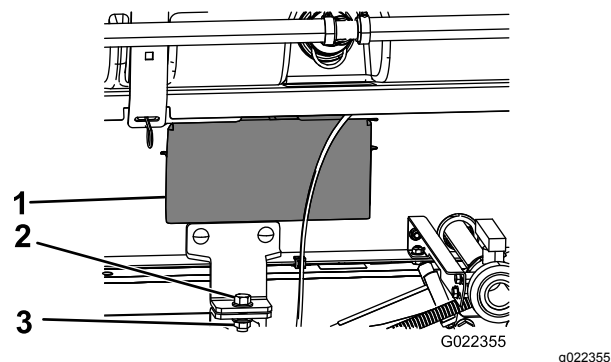

Figure 36
5. Déposez les panneaux d'accès de chaque côté du cadre du patin (Figure 36).
8. Fixez la patte de maintien du patin de cuve au support du plateau sur le cadre, de chaque côté de la machine, à l'aide d'un boulon ($\frac{1}{2}$ x $1\frac{1}{2}$ ") et d'un contre-écrou ($\frac{1}{2}$ "), comme montré à la Figure 36.